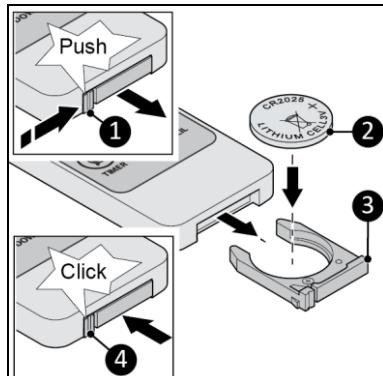

Abbildung 8
1. Drücken Sie auf die Lasche (Abbildung 8, Pos. 1) und entfernen Sie das Batteriefach aus der Fernbedienung.
3. Legen Sie eine CR2025-Batterie wie angegeben (Abbildung 8, Pos. 2) ein. Achten Sie darauf, die Batterie richtig einzulegen.
4. Schieben Sie das Batteriefach zurück, bis die Lasche einrastet (Abbildung 8, Pos. 4).
5. Entfernen Sie die Batterien aus der Fernbedienung (Abbildung 8).